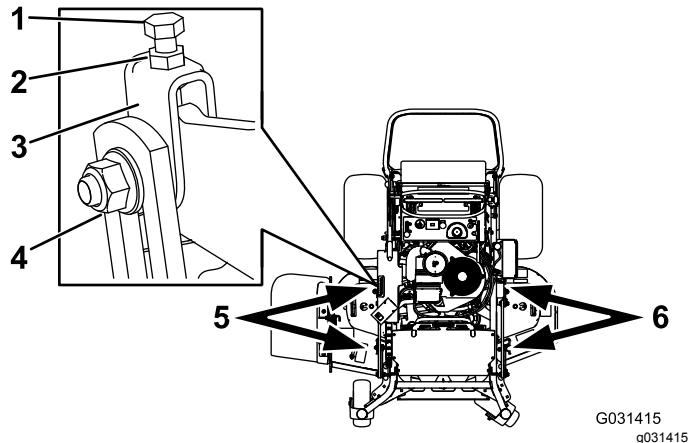

Bild 88
1. Lockern Sie die seitliche Mutter und Klemmmutter in den Jochs, die Sie einstellen möchten (**Bild 88**).
2. Drehen Sie die obere Schraube der Jochs, um die Höhe des Mähwerks einzustellen (**Bild 88**).